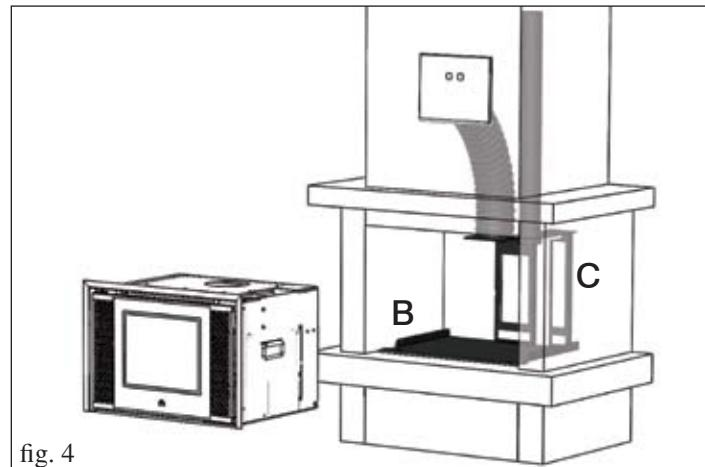

fig. 4
- Installer la plaque d'appui (B) du kit dans la position définitive d' INPELLET 49 (fig. 4). Fixer la plaque (B) avec les boulons fournis.